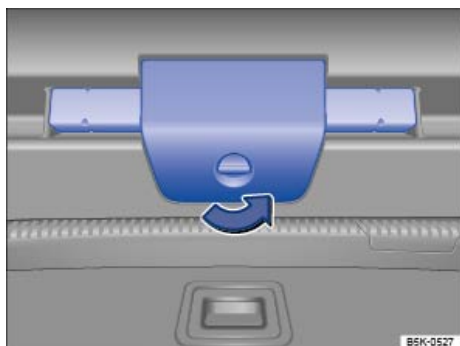

Fig. 260 En el portón trasero: apertura del soporte del triángulo de preseñalización.
- Gire el cierre del soporte del triángulo de preseñalización 90° en el sentido contrario al de las agujas del reloj ⇒ fig. 260 (flecha).